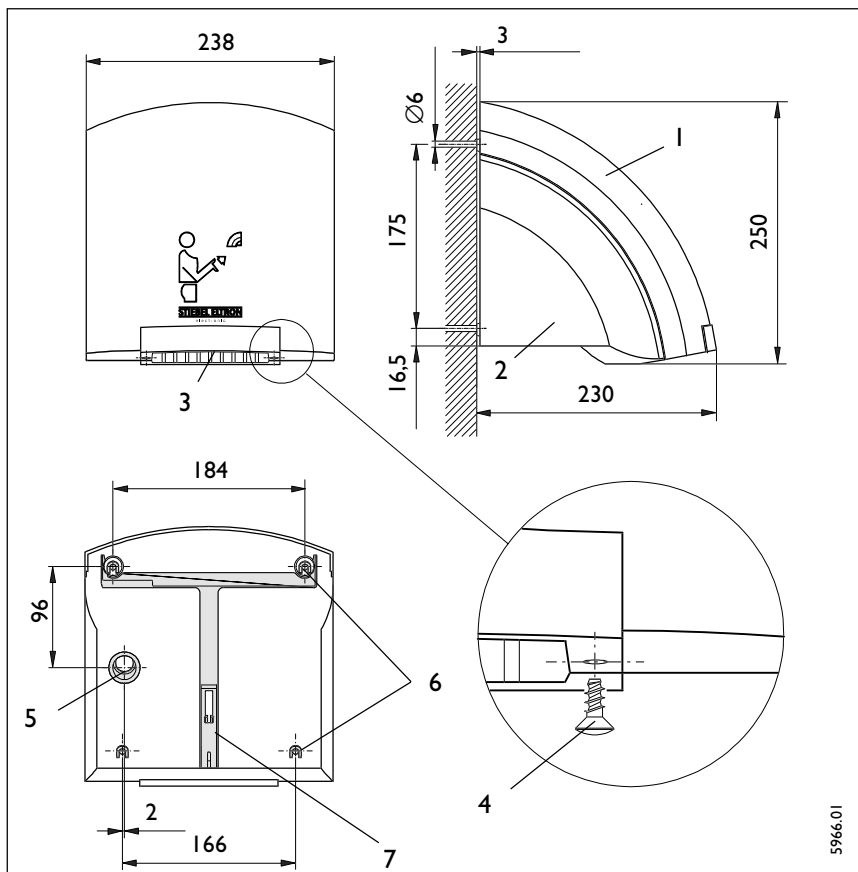

Рис.2
(рис.2)
Размеры указаны на рис.2.
4. Закрепите оба крепёжных винта на решётке выхода тёплого воздуха (рис.2, поз.4)